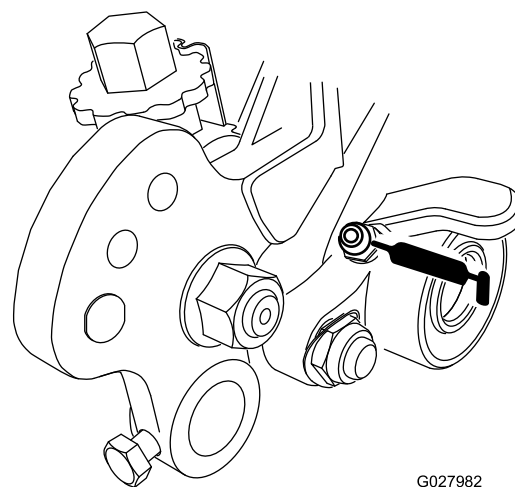
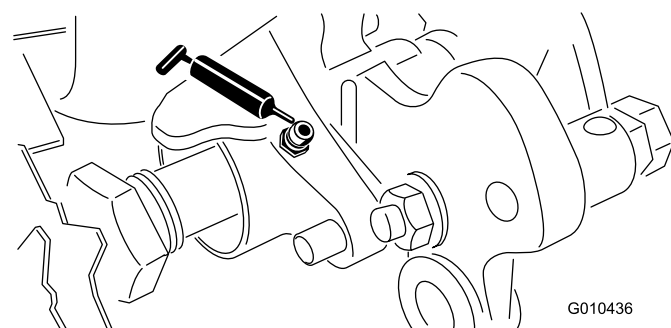

Figura 17
Figura 18
33. Lubrifique os rolamentos do rastelo (**Figura 17** e **Figura 18**) semanalmente ou após cada 10 horas de funcionamento, antes de períodos longos de paragem e imediatamente após cada lavagem. Coloque lubrificante nos encaixes até que o lubrificante seja purgado para